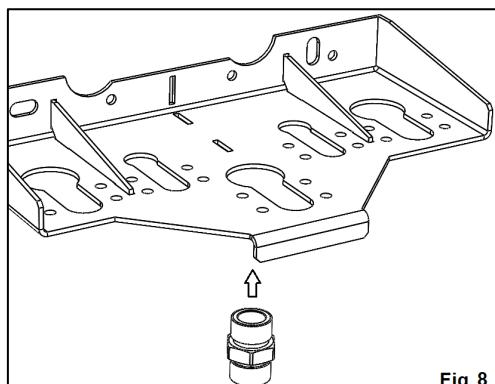
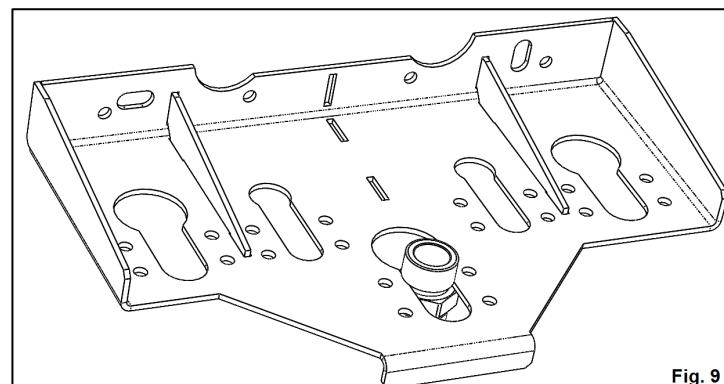

Fig. 8
Fig. 9
**6.** Se poziționează racordul G, pe placă P, în poziția indicată în Fig. 9, prin introducerea tronsonului superior în gaura din placă (Fig. 8), și deplasarea de-a lungul decupării.